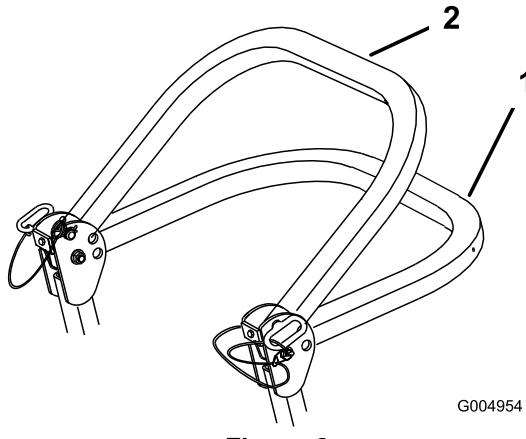

Figura 8
2. Baixe por completo a barra de segurança. Há 2 posições em baixo. Ver Figura 8.